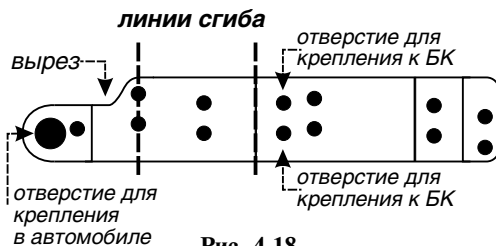

Рис. 4.18
5. Дисплей устанавливается на кронштейнах. Кронштейн, внешний вид которого приведен на рис. 4.18, представляет собой металлическую пластину.
6. Согните пластины по линиям сгиба, рис. 4.18, так, как показано на рисунке 4.19. Учитывайте, что кронштейны будут устанавливаться один с правой, другой с левой стороны, сгибайте их в противоположные стороны (зеркально).